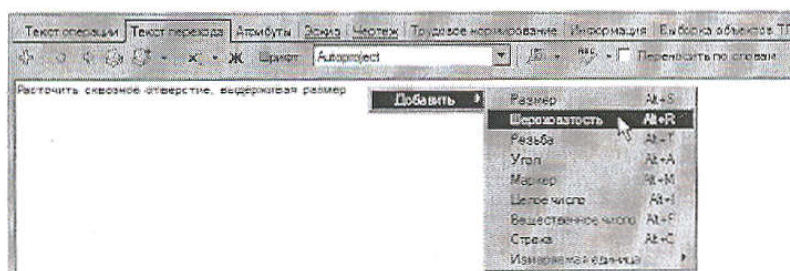

Рисунок 22
- 2) Значения можно добавить, используя контекстное меню через редактирование размеров (рис. 22)